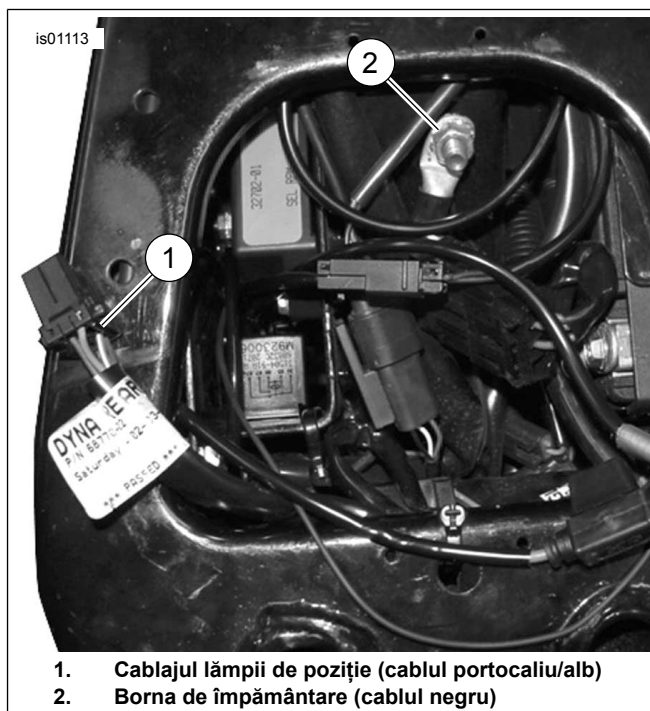

Figura 2. Conexiuni de alimentare și împământare (modelele Dyna)
3. Consultați Figura 2 . Tăiați firul negru de pe cablajul mânerului încălzit pentru a atinge ușor locația la locația împământării și sertizați conectorul rotund inel papuc la capătul cablajului conform instrucțiunilor instrumentului de sertizare Packard din anexa manualului de service.
2. Consultați Figura 2 . Deschideți cu atenție o parte din zona cablajului principal înfășurată în interiorul capacului lateral într-un punct accesibil și tăiați o bornă a cablajului principal portocaliu/alb.